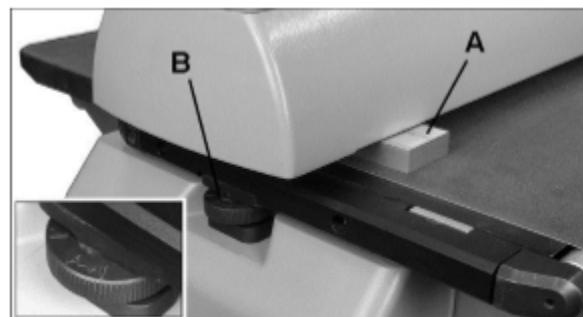

Рис. 13
3. Вставьте брускок (A, Рис. 13) между барабаном и настилом транспортера с внешней стороны барабана.
7. Поворачивайте регулировочный диск (B, Рис. 13), чтобы поднять или опустить внешний конец стола. Следуйте указателям направления, нанесенным на диск (+ для подъема).
- Если в месте нахлеста при шлифовании видна борозда, слегка опустите стол с внешнего конца барабана, вращая регулировочный диск (B, Рис. 13).